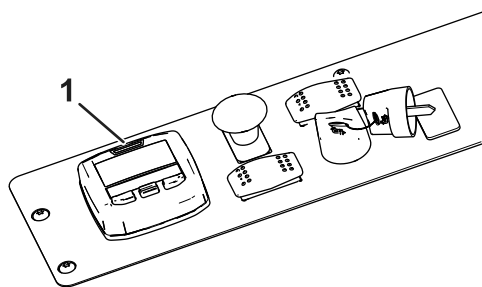

图 10
**注意** 传感器校准时显示屏顶部的 LED 灯图 10 会闪烁。
灯光和警报指示斜坡的陡峭程度 图 10